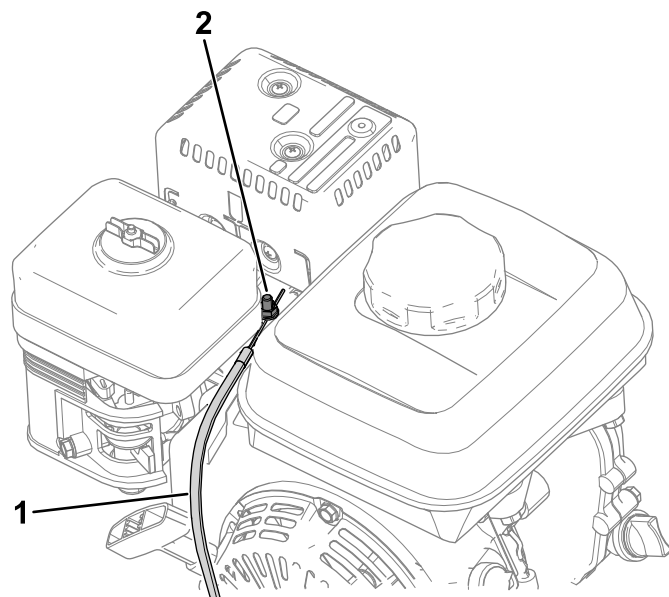

Figura 39
4. Desaperte o parafuso na abraçadeira da conduta de cabos (Figura 39).